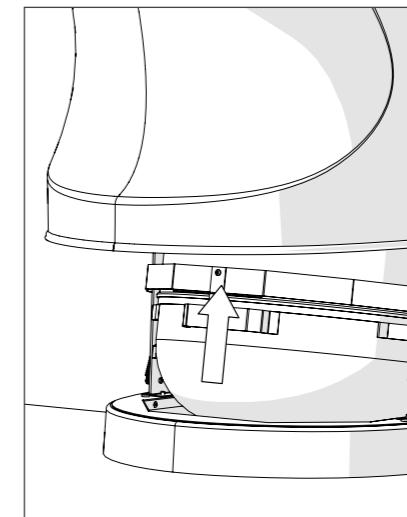

Bild 5
- Lossa låsfjädern och lyft upp låsbygeln framför askbehållaren (bild 5).